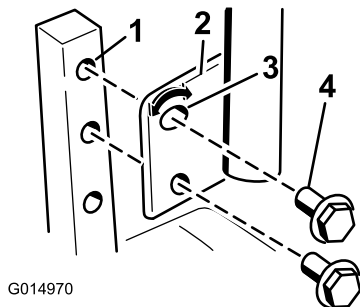

Figura 23
1. Togliete i 2 bulloni che fissano la leva di comando all'albero del braccio di controllo (Figura 23).
3. Fissate la leva con i due bulloni (Figura 23)
2. Allentate il bullone inferiore appena a sufficienza per ruotare la leva di controllo in avanti o all'indietro (Figura 23). Serrate entrambi i bulloni per fissare il controllo nella nuova posizione.